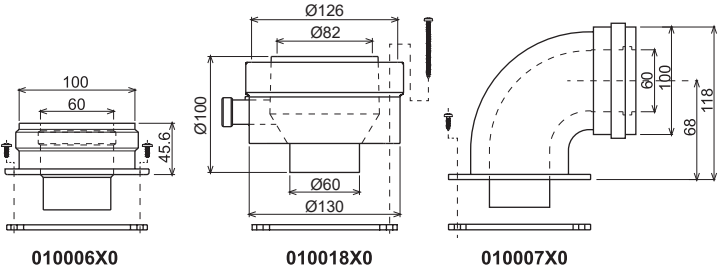

Рис. 9. Начальные элементы для коаксиальных воздухопроводов
**Внимание:** для котлов Vitabel F 40 используется коаксиальный дымоход 80/125 (рис. 9А), артикул 902601230.